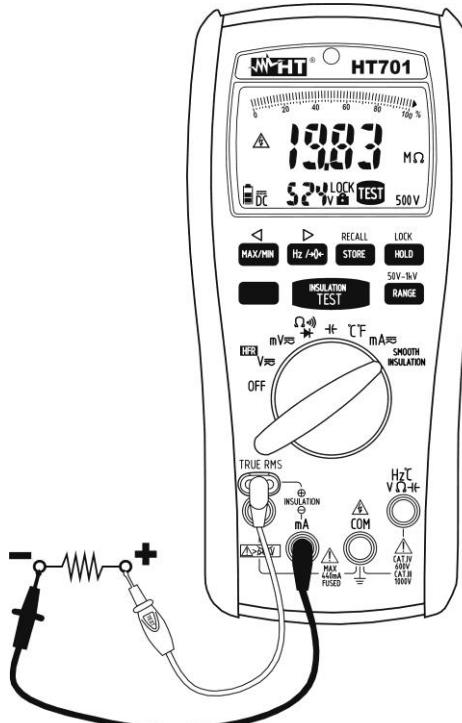

Fig. 10: Uso do instrumento para medir o Isolamento
5. Inserir a sonda remota vermelha no terminal de entrada “ \oplus ” e o cabo preto no terminal de entrada “ \ominus ” (consultar a Fig. 10).
6. Colocar as ponteiras nas extremidades do circuito em teste respeitando as polaridades positivas e negativas (consultar a Fig. 10). Usar eventualmente os terminais com crocodilo.